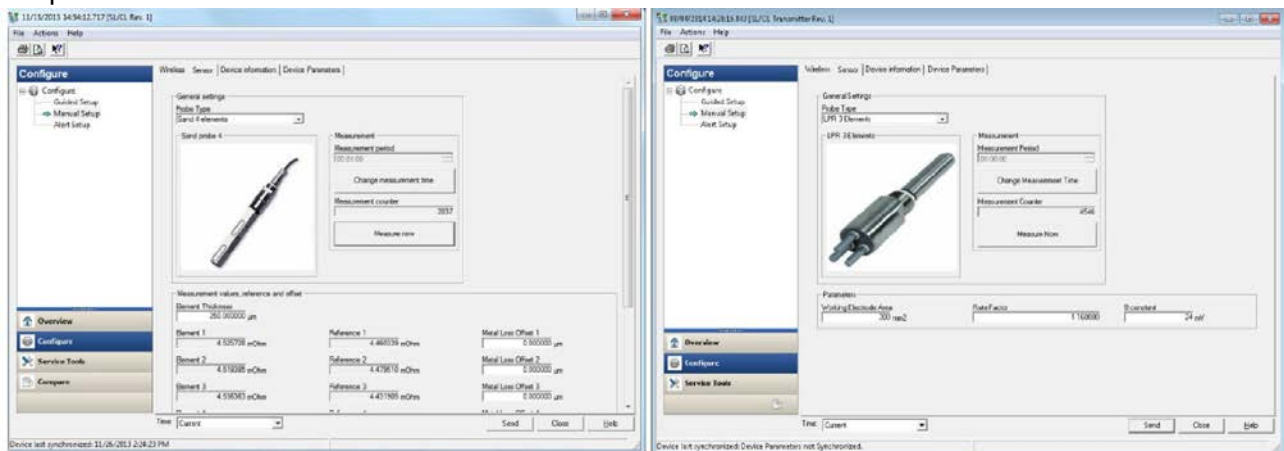

Рисунок 12. Конфигурирование типа датчика и настройка в ПО AMS
- **Configure-> Manual Setup-> Sensor (Конфигурировать-> Ручная настройка-> Датчик)** (рисунок 12).